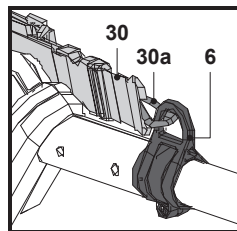

Fig. 22
4. Fixează hamul (30) pe buclă (6) folosind clema de fixare (30a) (fig. 22).